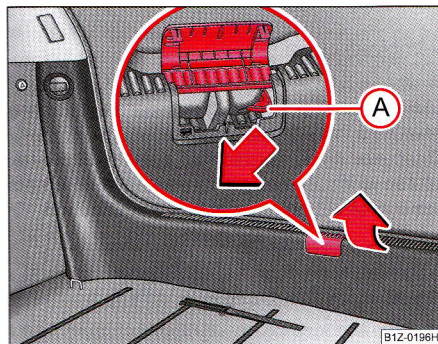

Fig. 32 Deschiderea de urgență a capacului portbagajului
- Ridicați capacul de pe încuietoare ⇒ fig. 32.